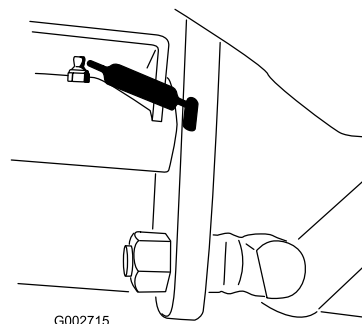

Figura 22
- perno del pedale di comando della trazione (1) (Figura 22)